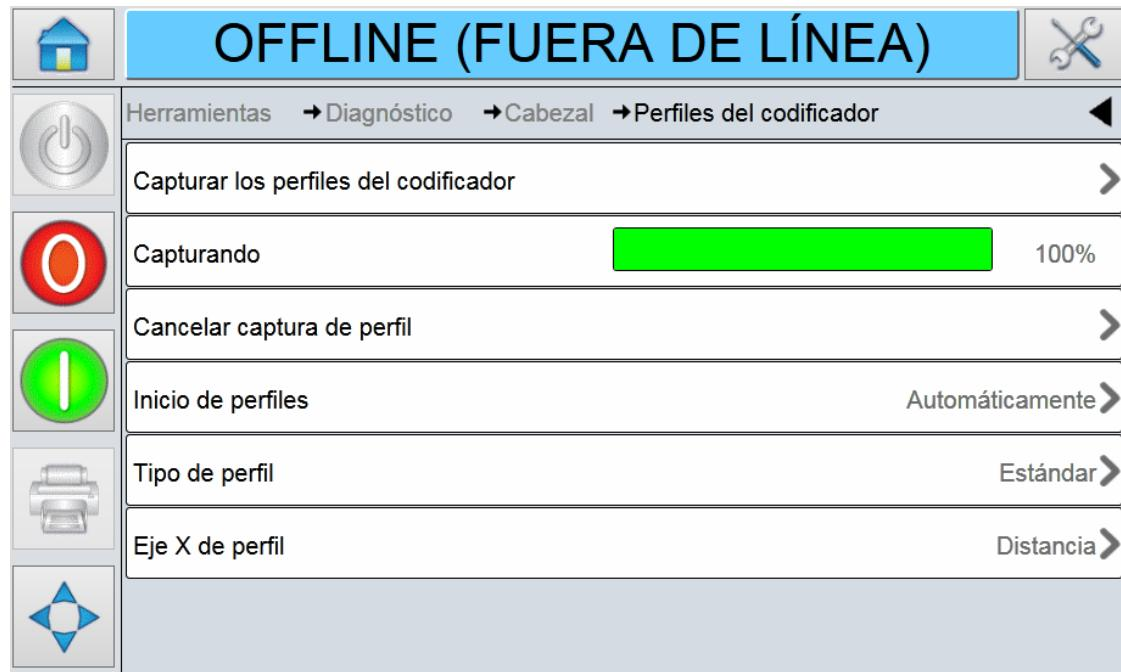

Figura 5-18: Pantalla Capture Encoder Profiles (Capturar los perfiles del codificador)
4. Pulse **Sí** y aparece la pantalla Capture Encoder Profile (Capturar los perfiles del codificador) (Figura 5-18).